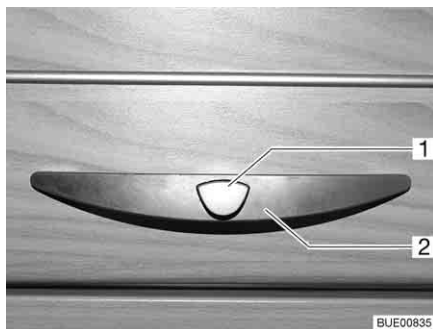
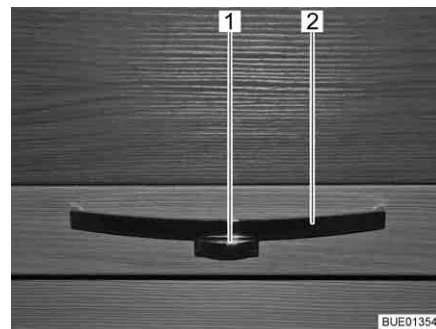

Fig. 56 Abattant de placard avec poignée (exemple)
Fig. 57 Abattant de placard avec poignée (exemple)
- Appuyer sur le bouton de déverrouillage (Fig. 56,1 ou Fig. 57,1) de la poignée (Fig. 56,2 ou Fig. 57,2) et le maintenir enfoncé.